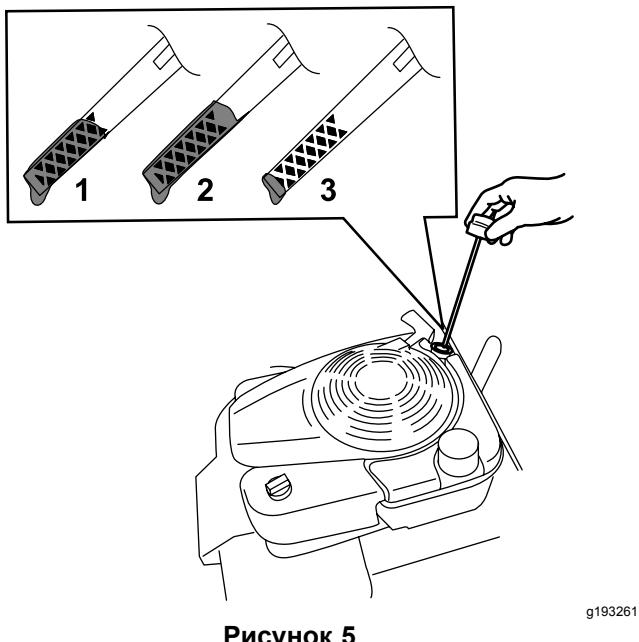

Рисунок 5
- Извлеките масломерный щуп, повернув крышку против часовой стрелки и вытянув его (Рисунок 5).
- Определите уровень масла по отметкам на щупе (Рисунок 5).